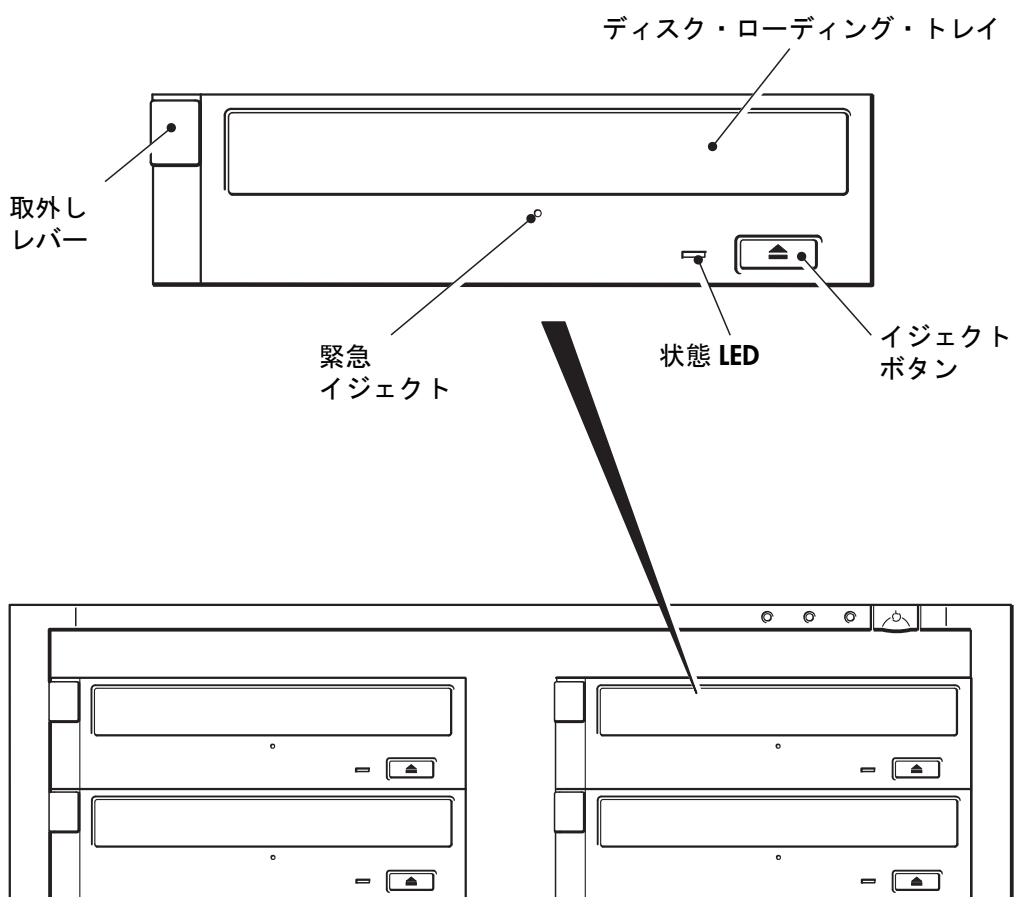

図 3: DVD+RW ドライブコントロールとインジケータ
ダイアグラムに示すように、1つのLEDがあります（図 3 を参照）。
- 2 ディスク・ローディング・トレイの下にある、小さい緊急イジェクト・ホールの位置を確認します。10 ページの図 3 を参照してください。